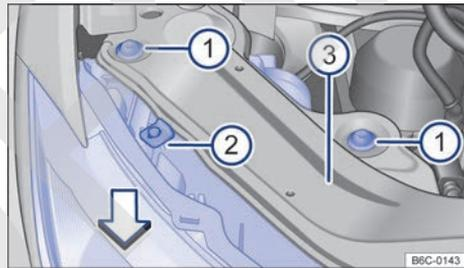

Fig. 126 En el compartimento del motor: tornillos de fijación del faro delantero.
- Retirar los tornillos de fijación → fig. 126 ⓘ con ayuda de una llave torx. ▶
- Mover el faro hacia delante, en la dirección de la flecha → **fig. 126**, hasta que los dos clics de la parte inferior se desacoplen y permitan retirar el farol.
- Desencajar el conector de alimentación para retirar por completo el farol → ①.
- Volver a colocar el farol con cuidado hasta que los dos clics inferiores encajen y el tope superior → **fig. 126** ② apoye en el soporte del farol ③.
- Volver a colocar los tornillos de fijación ① en la carcasa del farol.
- Presionar el farol contra el tope central superior ② y apretar los tornillos ① con la llave torx.